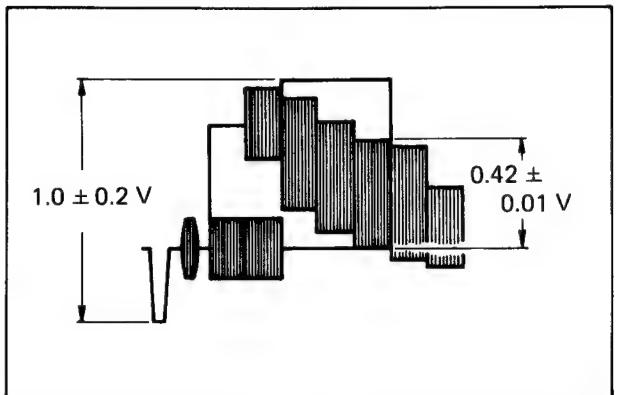

Bild 3-38
3. R 29 auf Mittelstellung, mit $R\ 35\ 0,42\ V_{ss}$ Magenta-Anteil einstellen (Bild 3-38). Falls notwendig, mit R 29 nachgleichen.